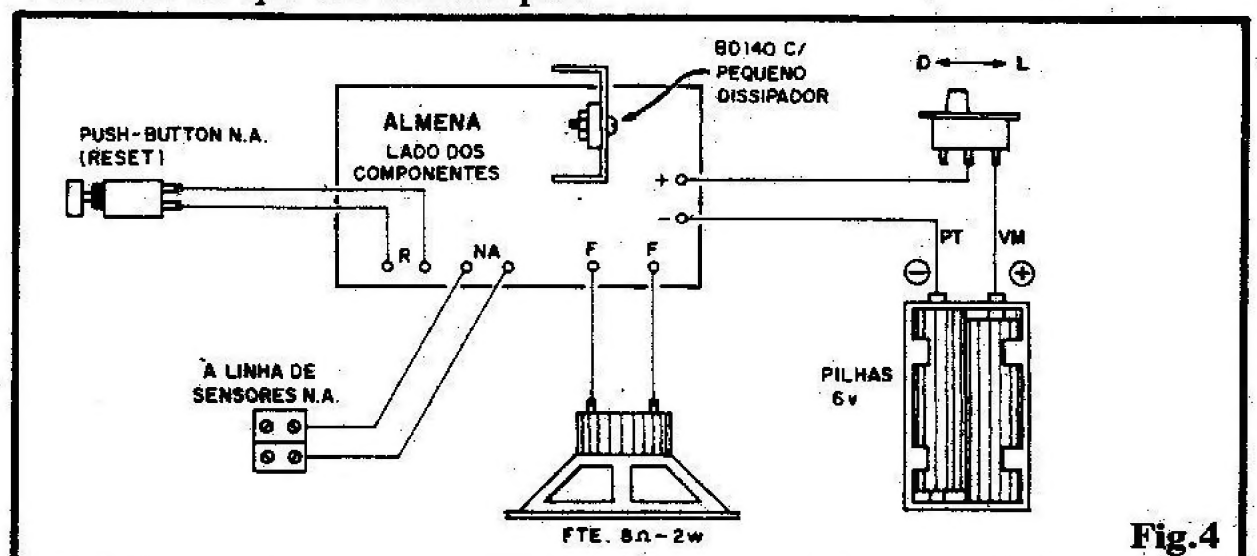

Fig.4
**- FIG. 4 - CONEXÕES EXTERNAS À PLACA** - Com a placa ainda vista pela face não cobreada (dos componentes), a ênfase agora é nas conexões periféricas. Observem bem as ligações do **push-button** (reset), alto-falante, linha de sensoreamento (ao par de conectores tipo "Sindal"...), pilhas (atenção à polaridade) e interruptor geral. Notem, também, a indicação da instalação do pequeno dissipador junto ao transistor de média Potência (BD140). Lembrem-se de que é importante um firme contato entre a superfície do dito dissipador e a lâmina metálica que reveste um dos lados do tal transistor, de modo que o calor gerado possa ser eficientemente "irradiado" para o ambiente, obtendo-se assim o conveniente "resfriamento" do componente, principalmente se submetido a funcionamento prolongado... Salvo as conexões de alimentação (sempre fio vermelho para o positivo e fio preto para o negativo...), nenhuma das conexões externas é polarizada, simplificando as "coisas" e a interpretação, no momento da instalação final...
lelo fino, levado até onde se queira (ligado ao circuito via contatos marcados com N.A. - ver fig. 4...), numa distância de até 50 metros (nesse parâmetro testamos nosso protótipo, mas é provável que distâncias de até 100 metros ainda proporcionem acionamento seguro - experimentem...). Com tal disposição simples, em qualquer "lugar" da linha pode ser instalado (ou removido, por qualquer razão...) um módulo N.A., desde simples interruptores de pressão, até artifícios mais elaborados, conforme sugerimos na próxima figura. Nessa configuração, qualquer dos inúmeros sensores N.A. incorporados à linha, que seja momentaneamente fechado (ainda que por brevíssimo instante...) disparará o alarme (e proporcionará a "retenção" da memória interna do ALMENA...).